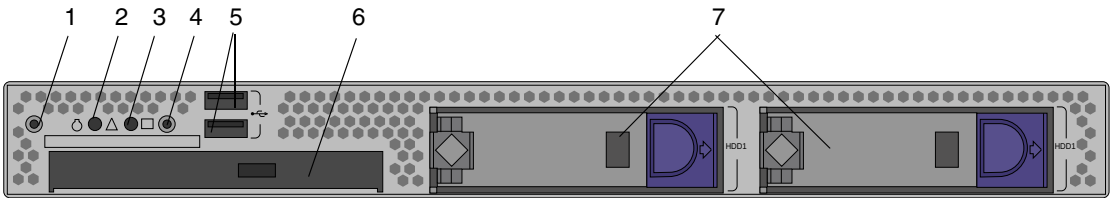

ABBILDUNG 1-1 Vorderansicht
ABBILDUNG 1-1 zeigt die Vorderansicht des Sun Fire X2100 Servers.
2. **Drücken Sie den Ein/Aus-Schalter an der Vorderseite des Servers** (siehe ABBILDUNG 1-1).
Die Betriebsanzeige leuchtet auf, sobald der interne Bootvorgang des Servers beginnt (ABBILDUNG 1-1).